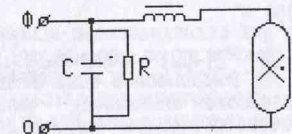

Рис.3
- 5.2. Подключение проводов сети производится к клеммной колодке согласно схеме включения: Рис.3, а заземляющего провода - к защитному зажиму на панели, подкашив к нему одновременно заземляющий провод с отражателя.